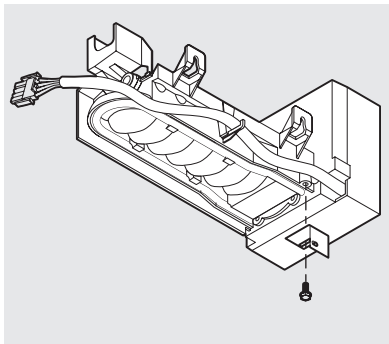

figura 7
11. Instale el soporte de nivelación ajustable en la parte inferior de la máquina de hielo con un tornillo (figura 7). Retire el tornillo de soporte de nivelación del cuerpo de la máquina de hielo e inserte el soporte entre el cuerpo de la máquina de hielo y la cubierta del calentador de plástico. Reinstale el tornillo de soporte de nivelación pero NO apriete el soporte en este punto. Se apretará posteriormente en este procedimiento.